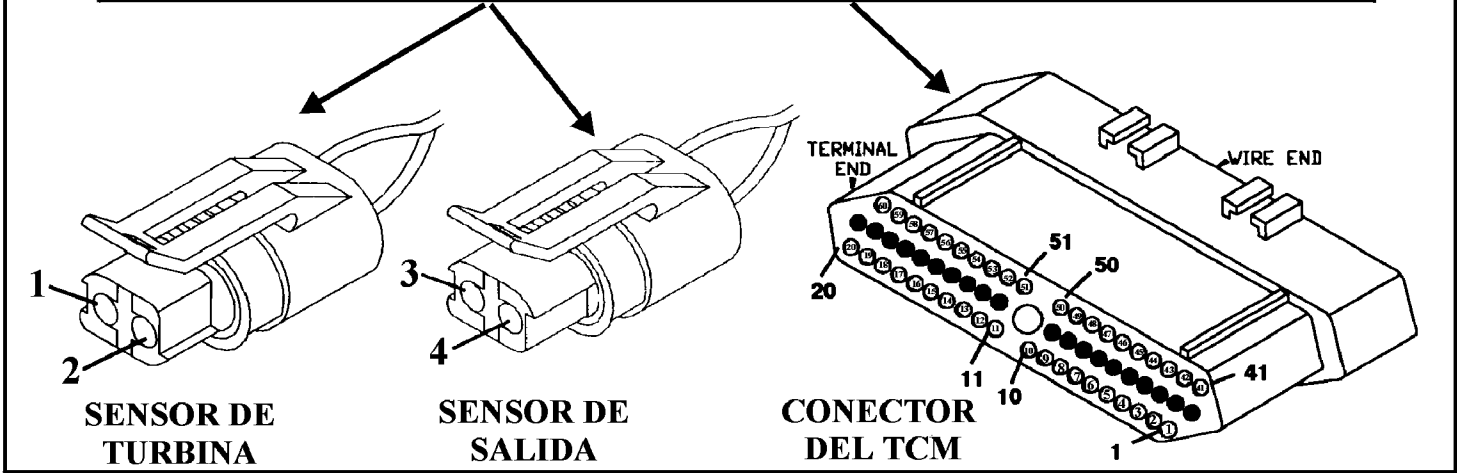

Figura 61
- Si se observa un abierto, use la figura 61 para realizar pruebas de continuidad a cada uno de los alambres y haga las reparaciones necesarias. De haber buena continuidad, revise las cavidades del conector. De resultar malo su numero de parte es 4419478. Para controlar el conector del TCM vea la pagina 25. Si los conectores están buenos,